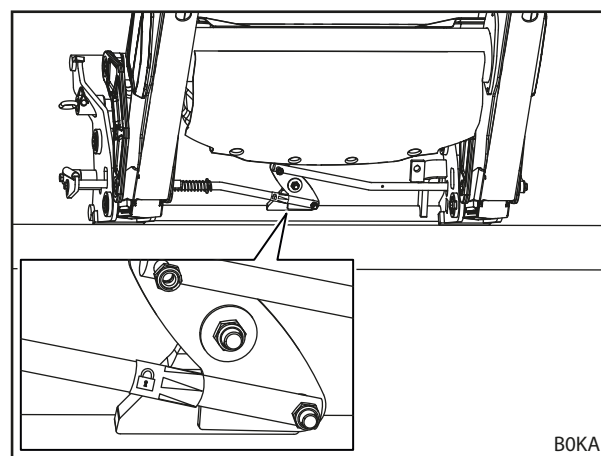

Fig. 78 Werktuigvergrendeling controleren aan de hand van de sticker (combiwisselframe Euro-MX)
**i** Bij combi-wisselframes Euro-MX bevindt de sticker zich in het midden van één van de stangen (zie Fig. 78).